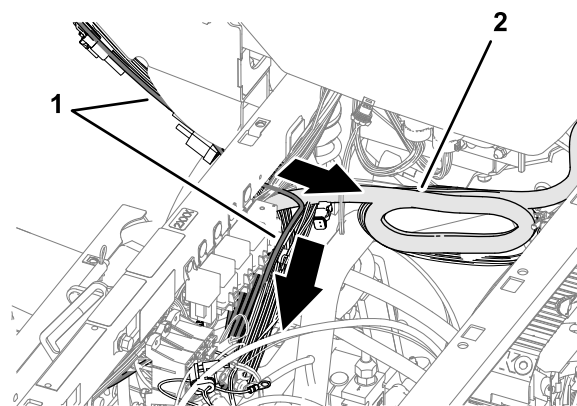

Рисунок 181
3. Проложите жгут проводов передачи данных модема поперек задних частей реле и вниз (Рисунок 181).